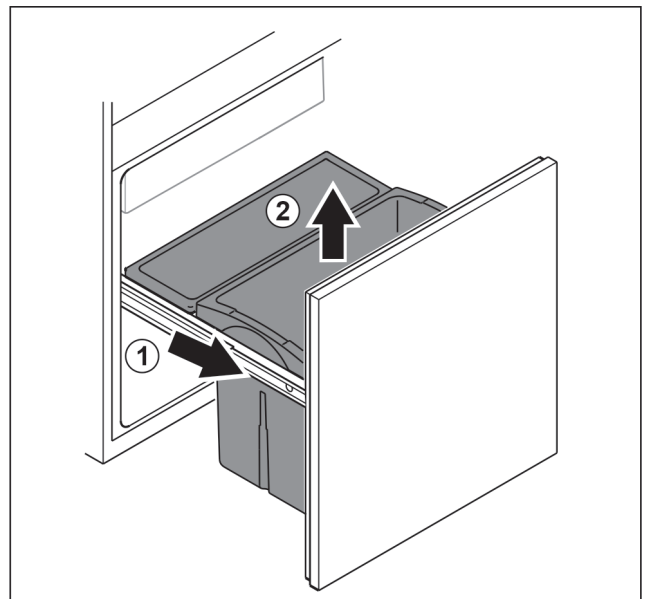

Fig. 101
- ▶ Tirer le chariot coulissant jusqu'en butée. Fig. 101 (1)
- ▶ Retirer le tiroir par le haut. Fig. 101 (2)